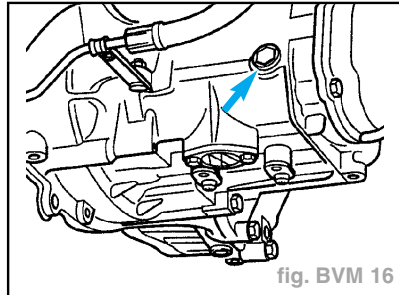

fig. BVM 16
- Dévisser complètement la vis pour le contrôle de l'huile de boîte (flèche) (fig. BVM 16).